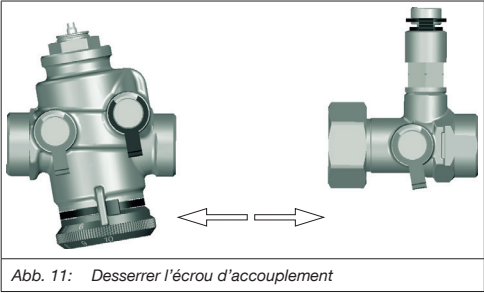

Abb. 11: Desserrer l'écrou d'accouplement
- Desserrer l'écrou d'accouplement (voir Abb. 11).